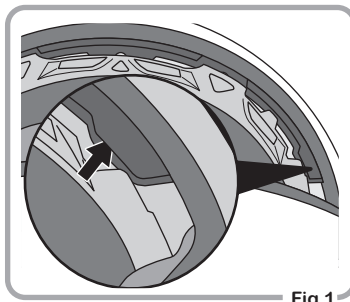

Fig.1
- ① Inserte la entretela en las zonas que se indica en la Fig.1.